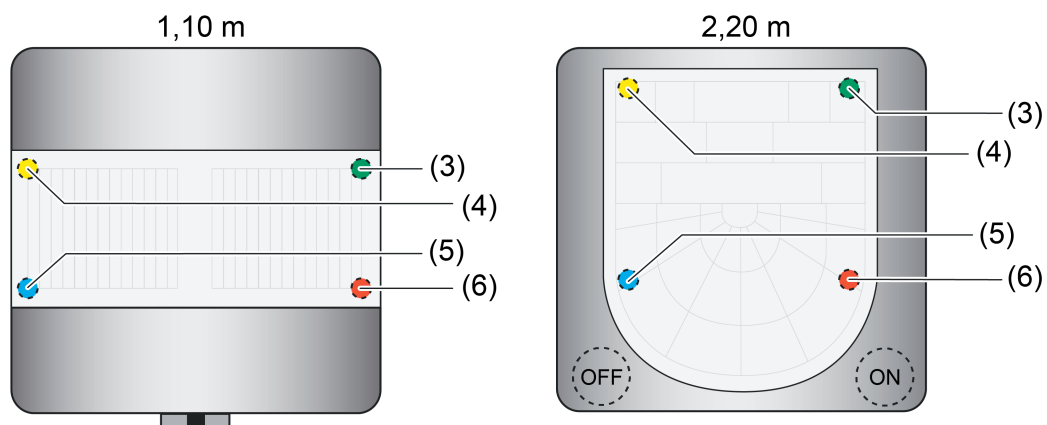

Bild 34: Anordnung der LED zur Anzeige der Betriebszustände
Hinter der PIR-Linse sind 4 LED positioniert, die den Betriebszustand des Geräts signalisieren. Bedarfsweise kann für den Funktionsblock eine aktive Betriebsart "ON" durch eine grüne LED (3) und eine aktive Betriebsart "OFF" durch eine gelbe LED (4) zur Anzeige gebracht werden (Bild 34). Ob die Anzeige der Betriebsarten durch die LED erfolgt, wird für "ON" und "OFF"